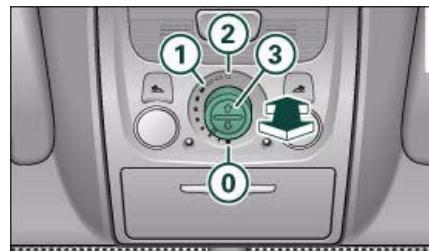

Fig. 35 Detalle del revestimiento del techo: Mando giratorio para el techo panorámico de cristal
- El techo sólo se puede levantar o cerrar si el mando se encuentra en la posición ⇒ fig. 35 ①.
- Pulse el mando ⇒ página 43, fig. 35 ③ en la posición de la flecha que deseé.